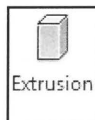

Fig. 04.123.
- Vælg *Create - Extrusion* (Fig. 04.123).